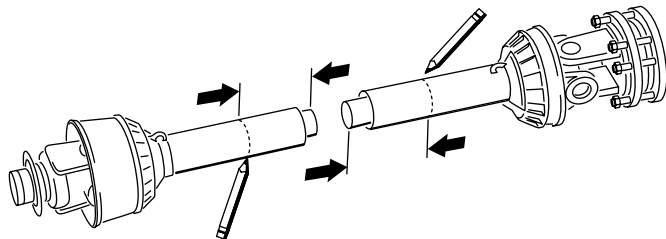
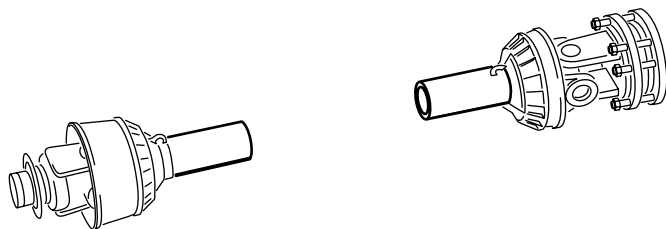

Figura 18
Figura 19
- Usando le misure ricavate al punto 8, individuate, contrassegnate e tagliate lo schermo di protezione e il tubo da ciascuna metà dell'albero della PDF (**Figura 18** e **Figura 19**).